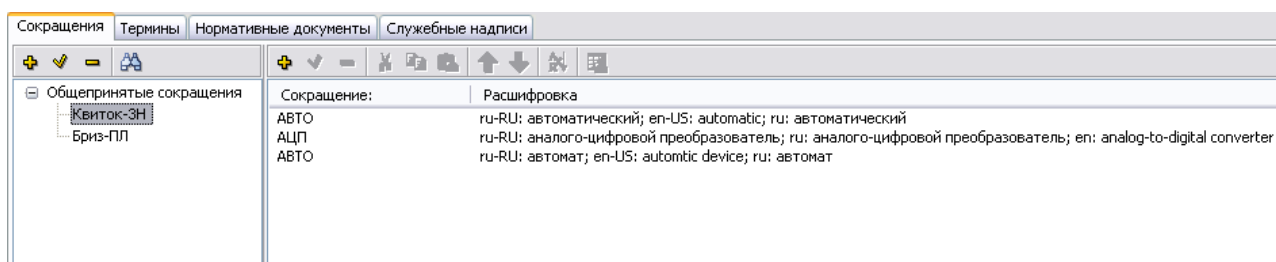

Рис. 3.56
4. Нажмите на кнопку «Да». В правом окне редактора появится введенное сокращение (Рис. 3.56).